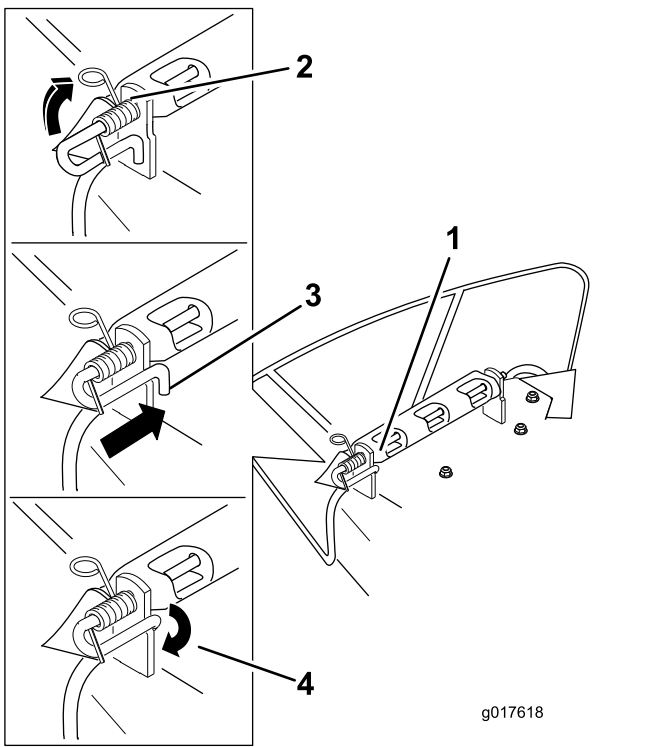

Figura 76
4. Posizionate il nuovo gruppo deflettore di scarico con le estremità delle staffe collocate tra le staffe saldate al piatto come illustrato nella Figura 76.
7. Sollevate l'estremità lunga della molla e inseritela nella tacca presente sulla staffa del deflettore (Figura 76).
8. Fissate il gruppo costituito dall'asta e dalla molla ruotandolo in modo tale da collocare l'estremità corta dell'asta dietro la staffa anteriore saldata al piatto di taglio (Figura 76).